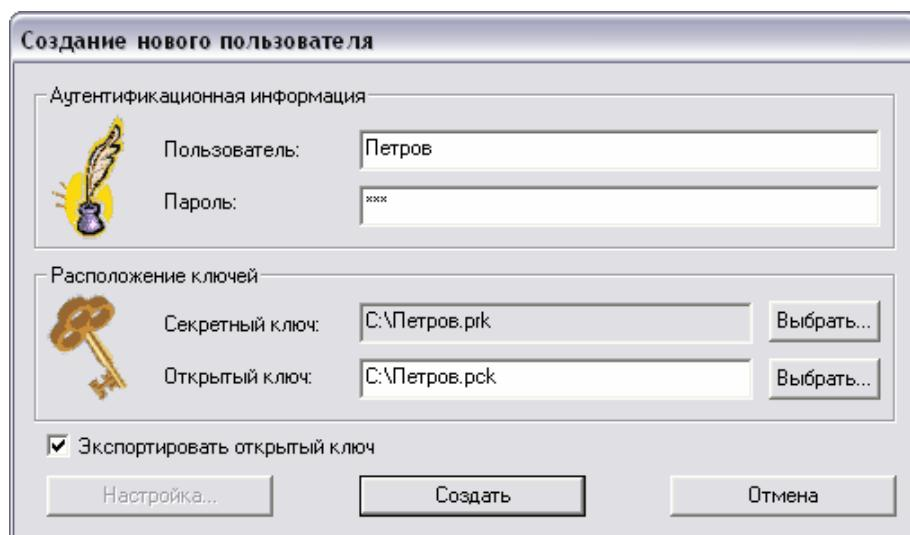

Рис. 118
4. Для создания новой пары ключей нажмите на кнопку **Создать....**. После этого в появившемся диалоговом окне введите информацию для генерации секретного и открытого ключей (Рис. 118).
- После ввода всех нужных параметров нажмите на кнопку **Создать** (Рис. 118).